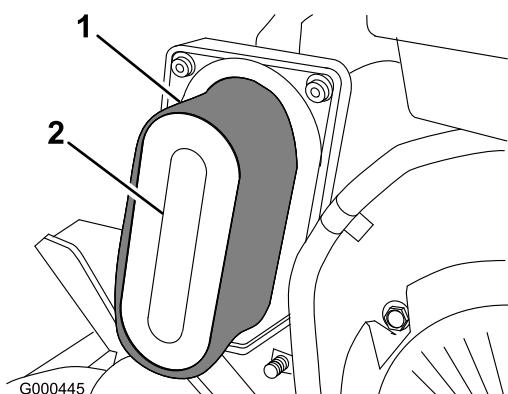

Figure 23
- Si l'élément en mousse est encrassé, sortez-le de l'élément en papier (Figure 23). Nettoyez-le soigneusement.